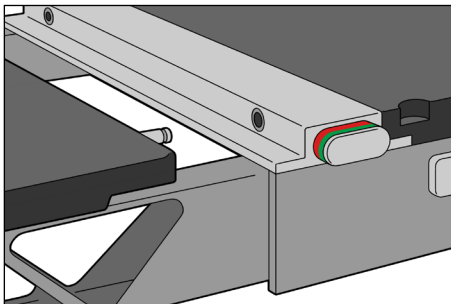

Fig. 1
1. Fjern kVue Calypso-innsatsen. (Fig. 1)